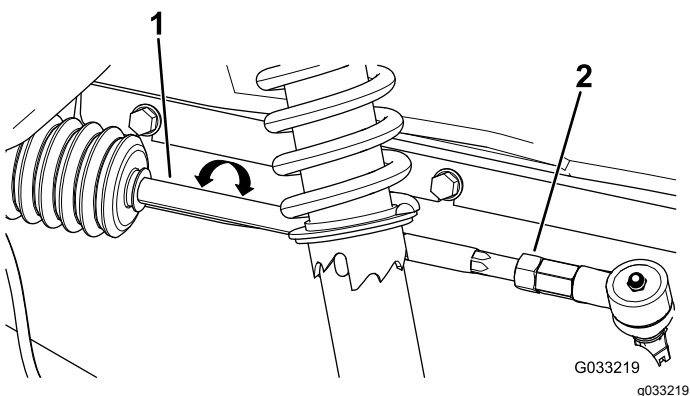

Figure 49
2. Si la mesure n'est pas comprise entre 0 et 6 mm (0 et ¼ po), desserrez les écrous de blocage aux extrémités extérieures des biellettes (Figure 49).